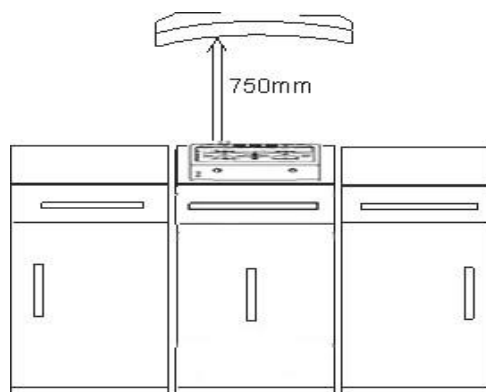

Fig.5
- ◆ Coșul de ventilație se va instala în conformitate cu manualul de exploatare al acestuia, la o distanță de cel puțin 600-650 mm (pentru plite electrice) și 700-750 mm (pentru aragaze) de la suprafața de lucru a aragazului (Fig.5). Distanța de la pereții laterali ai aragazului până la mobilă trebuie să fie de cel puțin 2 cm (Fig.5).